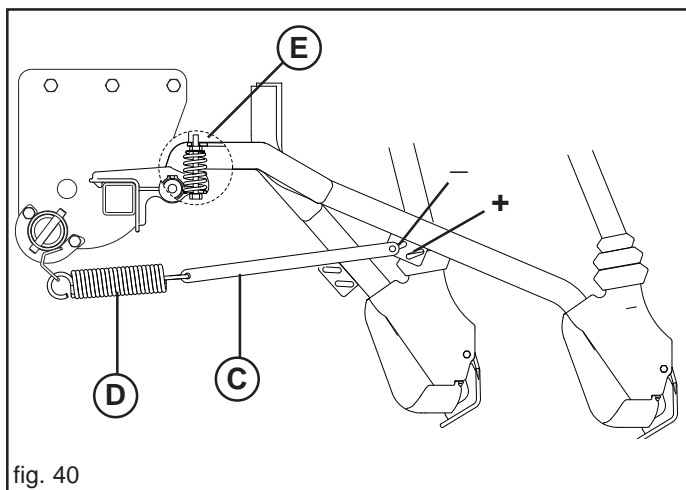

fig. 40
Es ist möglich der Druck einzeln weiter einstellen, beim die Stellung der Spannstange ändern (C, Abb. 40).
Nur mit Stiefelscharenreißern ist als Zubehör eine Feder (E, Abb. 40) verfügbar, die das Gewicht des einzelnen komplett entlasteten Federelements (D) annulliert. Dadurch wird eine oberflächliche Saatgutsstreuung ermöglicht.